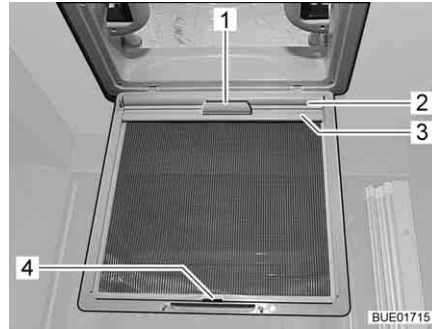

Fig. 41 Oscurante a rullo
- Tirare l'oscurante a rullo (Fig. 41,2) utilizzando la maniglia (Fig. 41,1) e agganciare il listello di supporto (Fig. 41,3) ai ganci (Fig. 41,4) sulla protezione contro gli insetti.
- Staccare il listello di supporto (Fig. 41,3) dai ganci (Fig. 41,4) e ricondurre lentamente l'oscurante a rullo (Fig. 41,2) utilizzando la maniglia (Fig. 41,1).